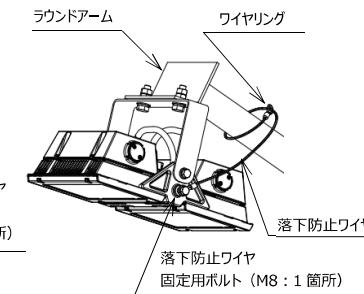

図 10
2. 即設アームなど構造物へのワイヤ固定が難しい場合は、図 10 のように落下防止ワイヤを 1 周以上巻付けてから、取付けてください。